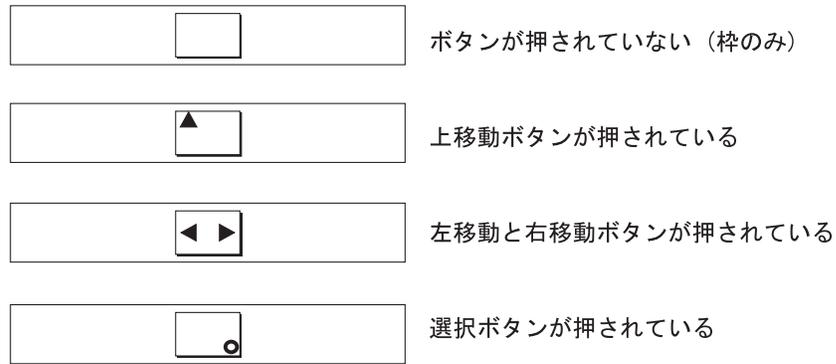

図 35. ボタンが押されたときのフロント・パネル表示
3. 上移動、下移動、左移動、右移動の各ボタンを押して、それらが作動しているか検査する。ボタンを押したときに前面パネルに表示されるはずの 4 つの例を示す、37 ページの図 35 を参照してください。ボタンのテストが終わったら、選択ボタンを 5 秒間押ししたままにして、テストを終了します。